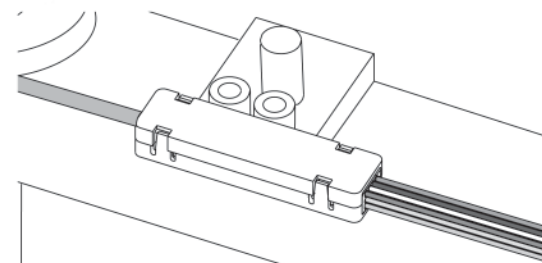

Figura 20
7.9 Alinhe a parte superior do corpo do BTF com a parte inferior e prima uma contra a outra até encaixarem bem (Figura 20).